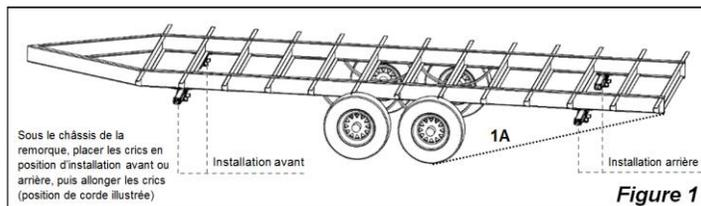

Figure 1
- Position each Husky Scissor Jack under the trailer frame where it will be installed. Choose front or rear installation as shown in **Figure 1**.
2. Positionner chaque cric à l'endroit approprié sous le châssis de la remorque. Choisir l'installation avant ou arrière, comme le montre la **Figure 1**.